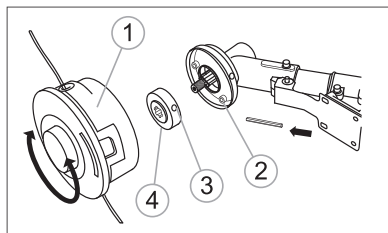

fig. 6
- Menținând știftul în orificiile 2 și 3 ale carcasei reductorului și ale șaibei pentru flanșă 4 rotiți capul de tăiere cu fir împotriva acelor de ceasornic până la refuz (fig. 6).